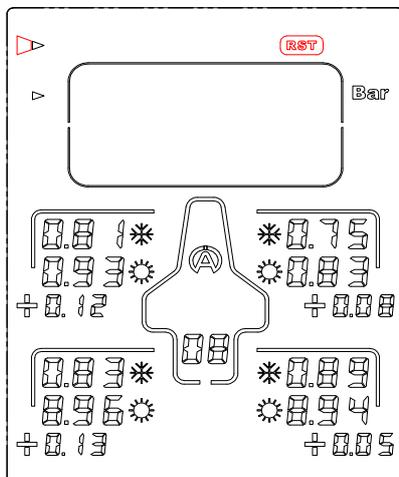

Figura 10
- 1) Con i 4 tasti  , selezionate l'icona « **RST** » (figura 10)